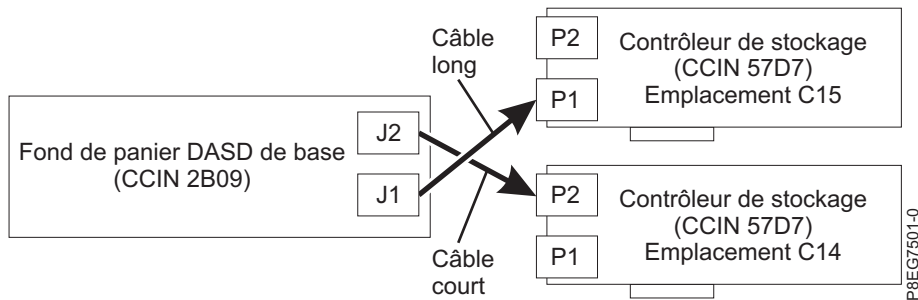

Figure 19. Reconnexion du câble SAS dans une configuration de disque partagé
- Si vous disposez de deux cartes PCIe3 x8 SAS RAID internes (CCIN 57D7, dispositif de disque partagé), le câble SAS court relie le connecteur de fond de panier d'unité de disque supérieur (J2) au connecteur P2 de la carte dans l'emplacement P1-C14. Le câble SAS long relie le connecteur de fond de panier d'unité de disque inférieur (J1) au connecteur P1 sur la carte dans l'emplacement P1-C15. Pour plus d'informations, voir figure 19, à la page 22.